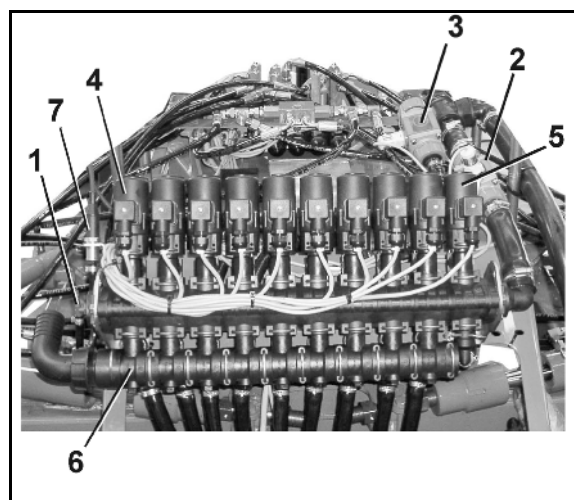

Fig. 97
| | (9) Armătură timonerie, vezi Fig. 97. |